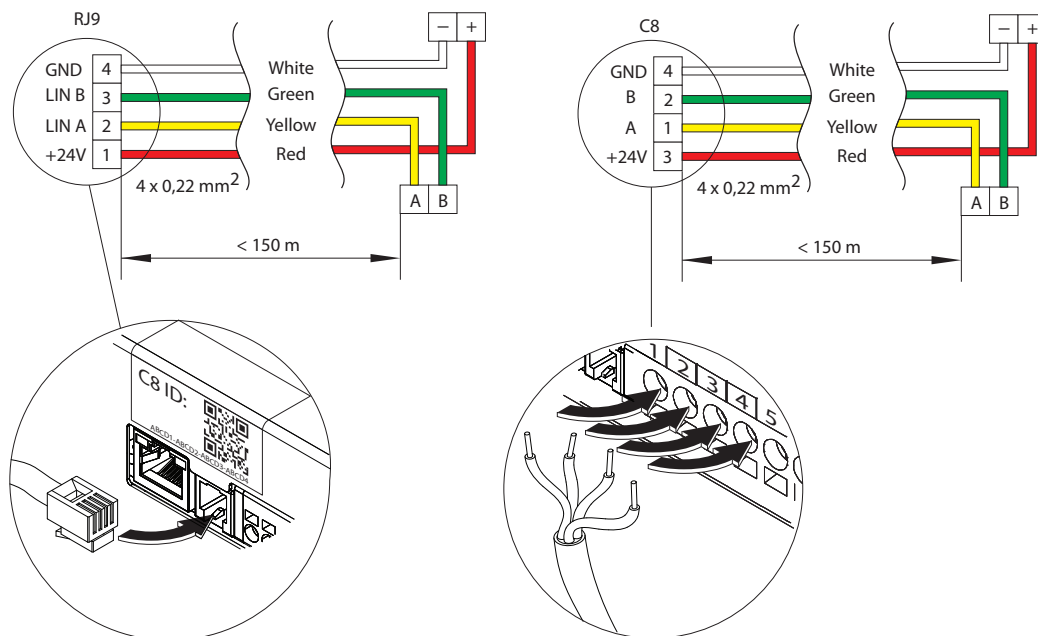

Fig. 13. Koblingsdiagram for kontrollpanelet
- Styrepanel (se fig. 13).
- **Outputs TG1 (6–8)** – Strømtilførsel og kontrollsignal for shuntventilen til den eksterne varmeveksleren eller varmer/kjøler med direkte fordampning (DX). Avhengig av type "Eksternt batteri" i valgt i innstillingene (se "Brukerveiledning for VX50") vil ventilmotoren kontrolleres av et varme- eller kjølesignal. En ekstern forvarmer for frostbeskyttelse for CF-varmeveksleren kan også kobles til her.
Kontrollpanelkabel kobles til C8 hovedkort som vist i Fig. 13. Unntaket er VX50T200-enheten, hvor panelkabelen ved behov også kan kobles til en ekstern RJ10-kontakt.